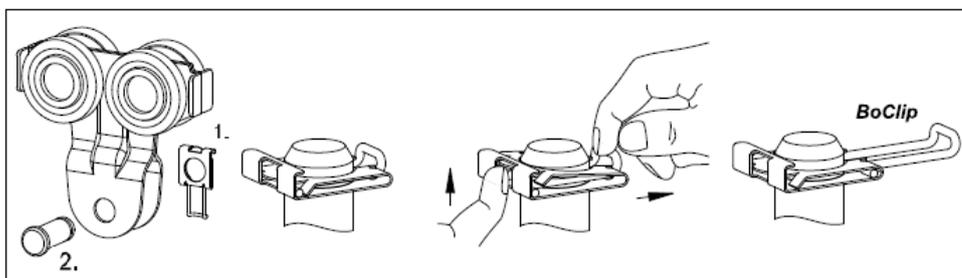

fig. 66
2. Togliere i fermi **1** (seguendo istruzioni in fig. 66) e sfilare i perni di sospensione **2**
6. Togliere il fermo/coppiglia **1** (seguendo istruzioni in fig. 66) e sfilare il perno di sospensione **2**